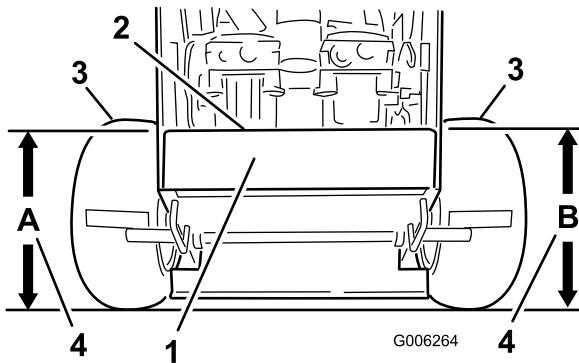

Figure 67
4. Mesurez la hauteur du plancher moteur au point A (Figure 67).
5. Mesurez la hauteur du plancher moteur au point B (Figure 67).